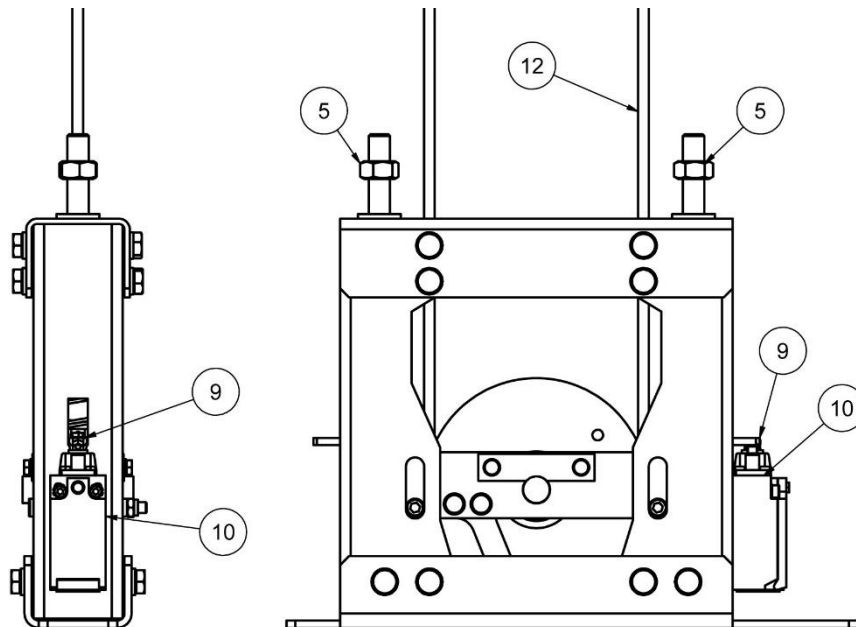

Figure 20: Câble sans tension adéquate
Si après avoir dévissé complètement les écrous (5), on découvre que la pièce Actionneur contact de relâchement (9) est en train de toucher ou est sur le point de toucher le contact de relâchement (10) (voir Figure 20), il faut libérer le câble (12) des serre-câbles (14) et que de nouveau l'extrémité libre du câble soit prétendue.